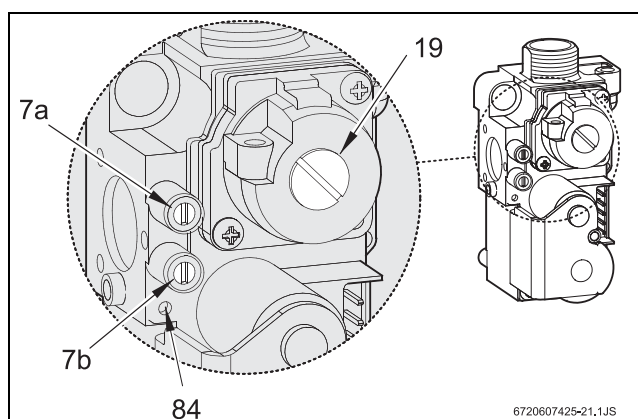

Fig. 30 Cuerpo de gas
- ▶ Desmontar la cubierta del tornillo de ajuste del gas (19) (Fig. 30).
- ▶ Tratándose de Gas natural: ajustar el consumo MAX con el tornillo de ajuste (19) (Tab. 10).